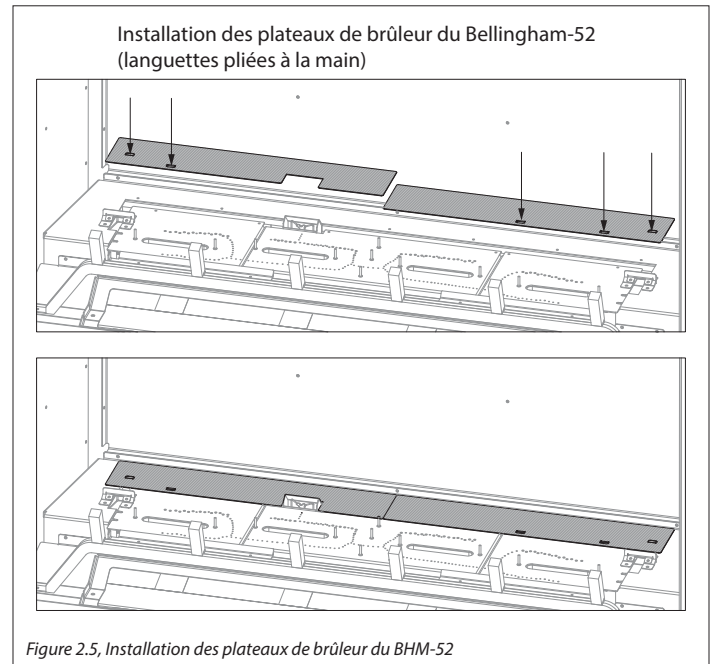

Figure 2.5, Installation des plateaux de brûleur du BHM-52
l'arrière du foyer, tel que montré à la Figure 2.5.
- Utilisez les directives d'évacuation du Tableau 2.1. Le Figure 2.5 servent de guide pour calculer le trajet d'évacuation total.